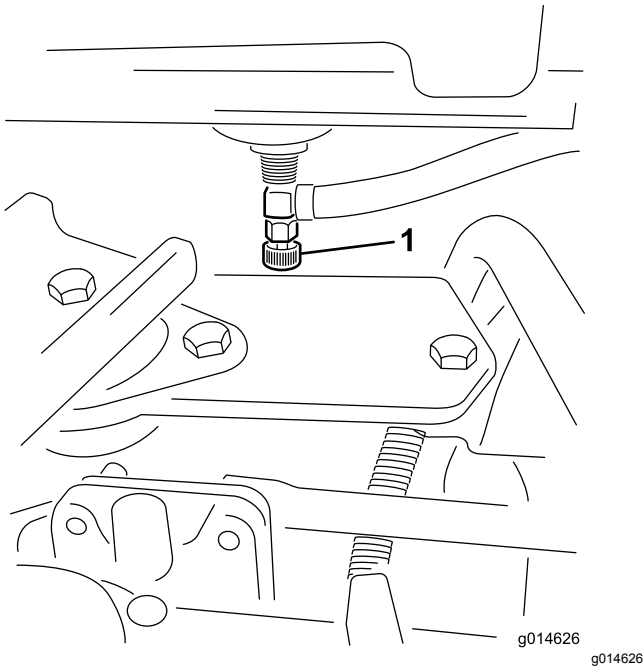

Figura 32
1. Cierre la válvula de cierre del combustible (**Figura 32**), situada debajo del depósito de combustible.